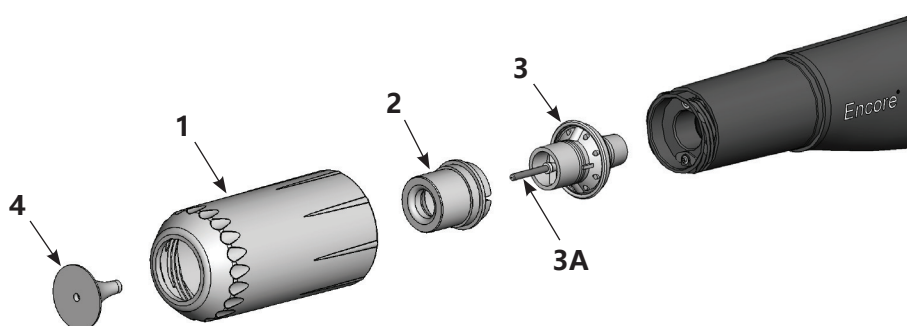

图 4-2 更换可选导流器和锥形喷嘴
1. 参见图 4-2。要更换导流器 (4)，请将其从电极组件 (3) 中轻轻拉出。如果仅更换导流器，请在电极组件上安装新的导流器，小心不要折弯电极线。
2. 若要更换整个喷嘴，请以逆时针方向拧松喷嘴螺帽 (1)。
3. 从电极组件上拔出锥形喷嘴 (2)。